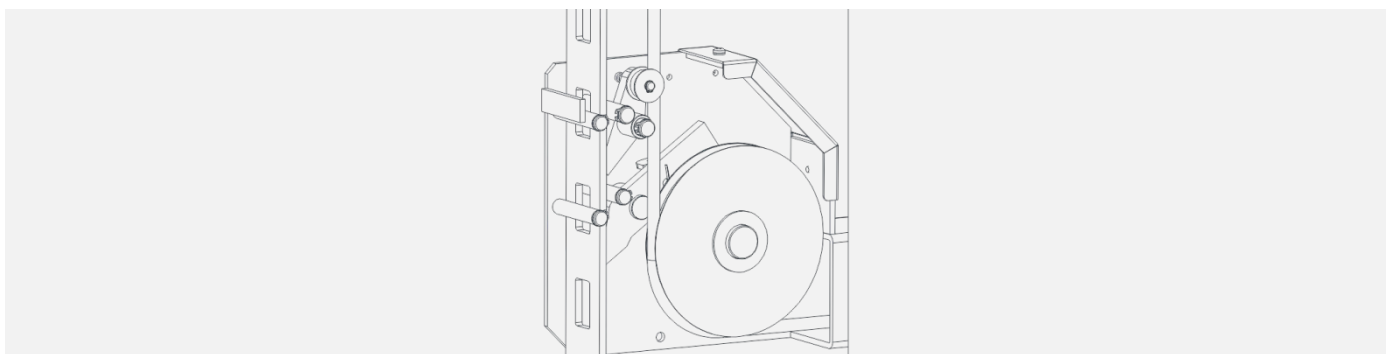

Рисунок 13
8. Убедитесь, что тросы проложены правильно (рисунок 13) и находятся на роликах безопасности.